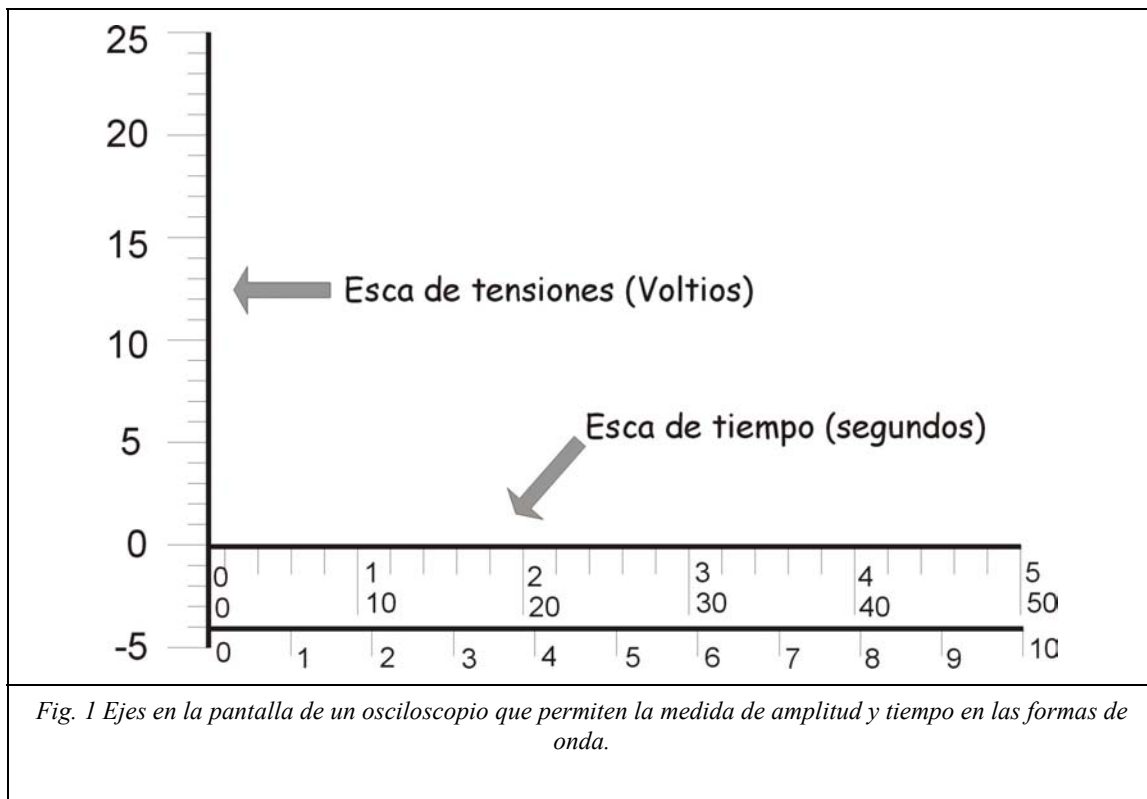

Fig. 1 Ejes en la pantalla de un osciloscopio que permiten la medida de amplitud y tiempo en las formas de onda.
La imagen es trazada sobre una pantalla en la que se reproduce un eje de coordenadas y donde el eje vertical (Y) representa la tensión eléctrica mientras que el horizontal (X) representa el tiempo. Este modo de presentar la imagen y el método de medida que proporciona el osciloscopio permite determinar los valores de tiempo y tensión de una señal y puede calcularse así la frecuencia de una señal que varía (cambia) periódicamente de valor. (Fig. 1)